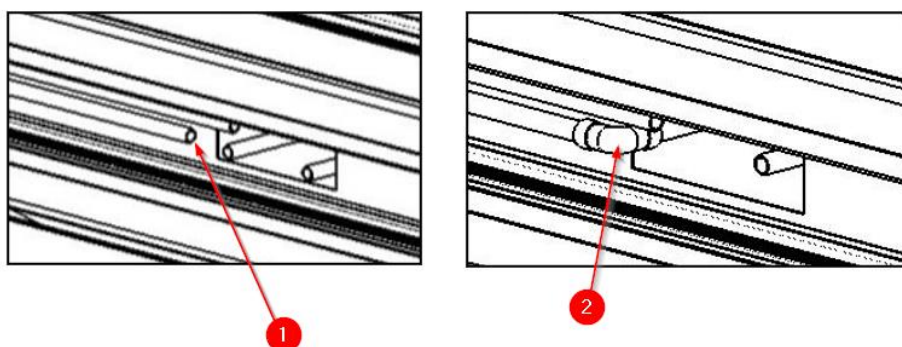

Fig.10 Coupe des tuyaux et pose des raccords en cuivre
Une fois que le tuyau d'installation et le tuyau d'équipement ont été identifiés et qu'il a été vérifié qu'ils correspondent au même circuit, les deux peuvent être coupés à la taille appropriée (1) et le raccord en cuivre approprié peut être ajouté pour réaliser le joint (2). La soudure peut maintenant être effectuée (voir Fig. 10).